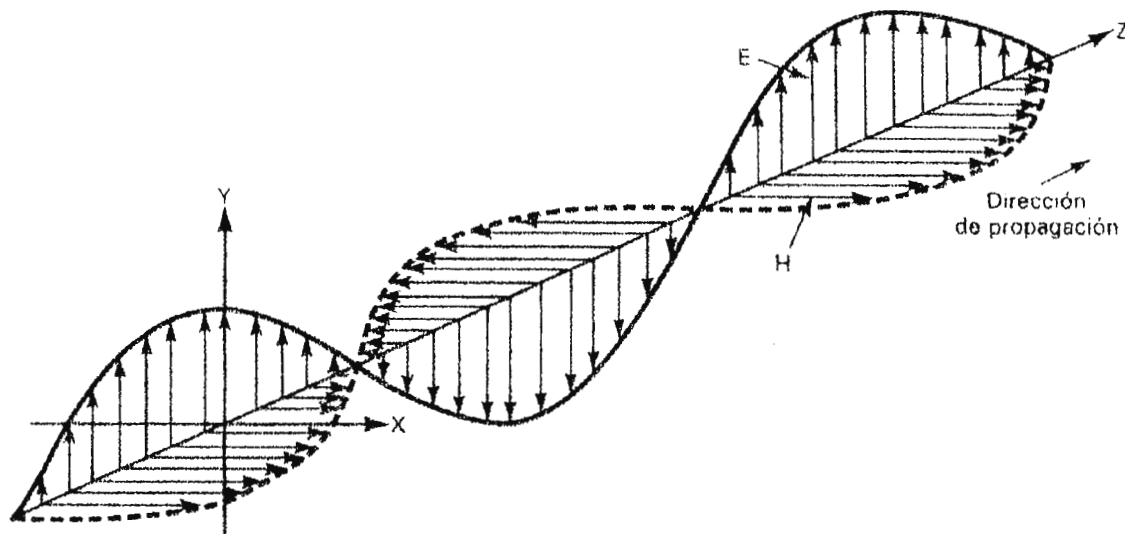

FIGURA 5.
En un conductor, la corriente y el voltaje siempre están acompañados por un campo eléctrico (E) y un campo de tipo magnético (H), en la región de espacio colindante. En la figura 5. se muestran las relaciones espaciales entre los campos E y H de una onda electromagnética.